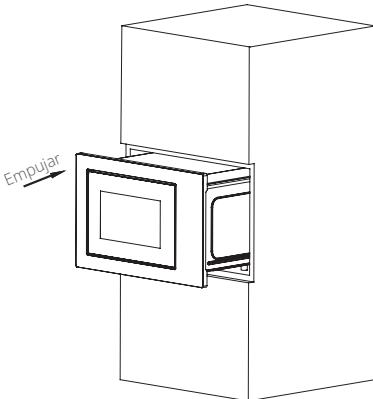

Fig.1
- a) Coloque el horno microondas en el armario empotrado y empújelo hasta el final. (Fig.1)